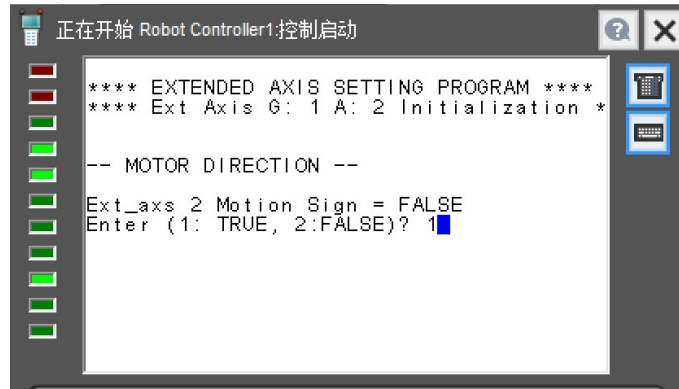

图 4.1.13
- 13) 在图 4.1.13 中设定附加轴相对电机的方向，若附加轴相对电机正转的可动方向为正，输入 1，输入 2 为反转，点击 ENTER 键确认。